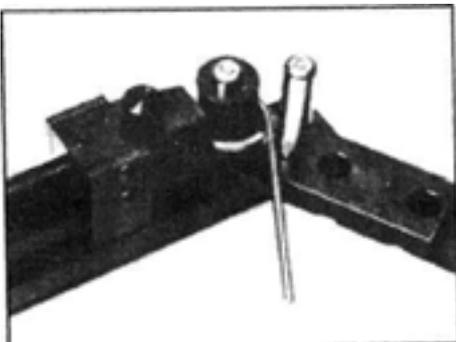

Figure 3
7. Serrez de nouveau le matériau. Poursuivez le processus ci-dessus jusqu'à ce que le matériau fasse un tour complet. Un léger pliage avec correction à la dernière étape est nécessaire du fait du retour élastique, comme indiqué à la Figure 3.